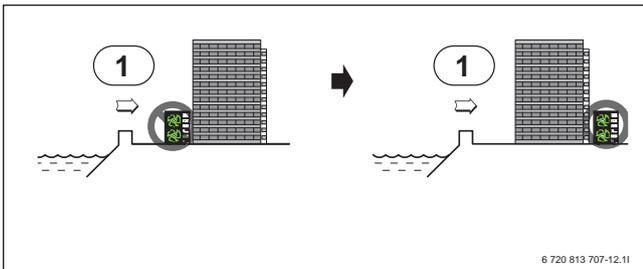

Bild 13 Aufstellung in Meeresnähe
- Außeneinheit auf der dem Seewind abgewandten Seite aufstellen (→ Bild 13).